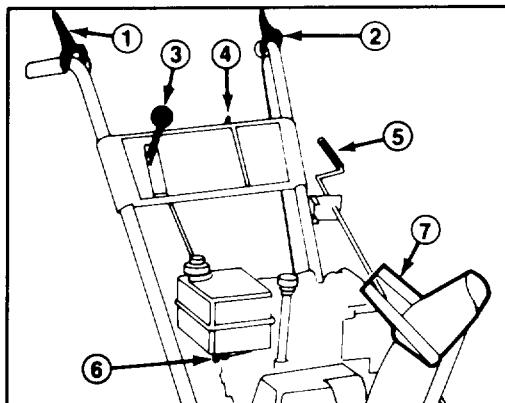

Figure 13
Commande de tarière (Fig. 13) — Cette commande a deux positions: EMBRAYÉE (Engage) et DÉBRAYÉE (Disengage). Pour embrayer la tarière et le rotor, comprimez le levier contre la poignée du mancheron droit. Pour les débrayer, relâchez le levier.
Commande de traction (Fig. 13) — Pour ob-
Sélecteur de vitesses (Fig. 13) — Cette commande a quatre positions: marche arrière, 1, 2 et 3 (trois vitesses avant). Pour changer de vitesse, placez le levier à la position désirée. Le
Clé d'allumage (Fig. 13) — La clé d'allumage a deux positions: MARCHE (on) et ARRÊT (off). Mettez la clé en position MARCHE (on) avant de mettre le moteur en marche à l'aide du démarreur à rappel. Pour arrêter le moteur, mettez la clé en position ARRÊT (off).
Robinet d'arrêt d'essence (Fig. 13) — Ce robinet se trouve sous le réservoir d'essence. Fermez le robinet pour arrêter l'arrivée d'essence au carburateur et rouvrez-le pour rétablir l'alimentation. Fermez le robinet quand la déneigeuse ne sert pas.
Commande d'éjecteur (Fig. 13) — Tournez la manivelle de commande de l'éjecteur à droite pour orienter l'éjecteur vers la gauche et tournez la manivelle vers la gauche pour orienter l'éjecteur vers la droite.
Manette du déviateur (Fig. 13) — La manette du déviateur se trouve sur le dessus de l'éjecteur et sert à régler la hauteur du jet de neige.
3. Ouvrez le robinet d'arrêt d'essence sous le réservoir d'essence (Fig. 13).
5. Tournez la clé d'allumage en position de MARCHE (Fig. 13).